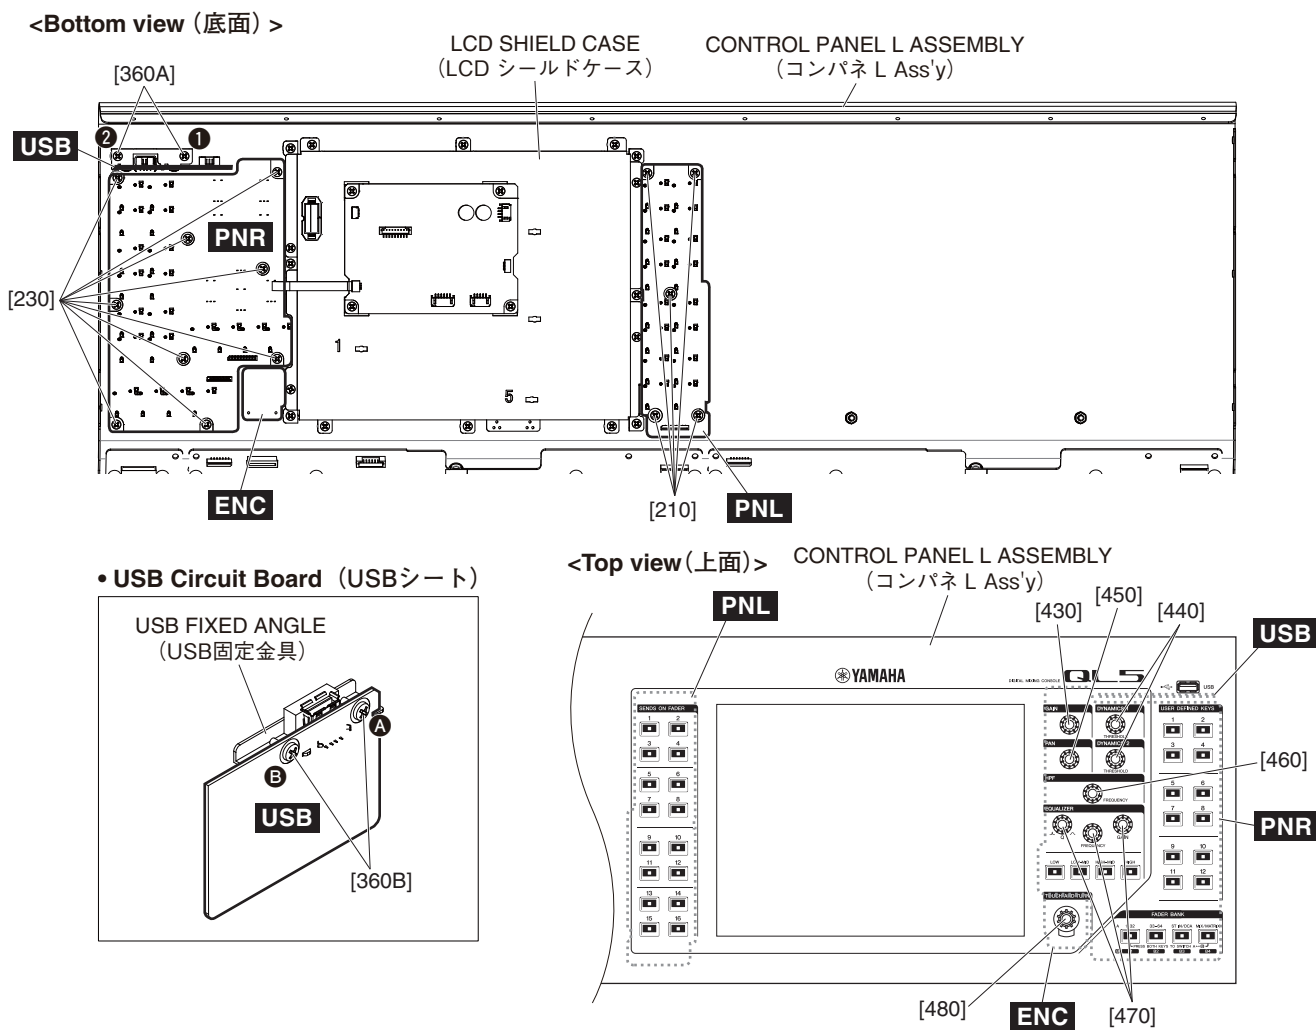

Fig. 12 (図12)
- B-3-3 Remove the five (5) screws marked [210]. The PNL circuit board can then be removed. (Fig. 12)
- B-3-3 [210]のネジ 5本を外して、PNL シートを外します。(図 12)
- B-4-3 Remove the encorder knob marked [430], the two (2) encorder knobs marked [440], the encorder knob marked [450], the encorder knob marked [460] and the three (3) encorder knobs marked [470] from the control panel side. (Fig. 12)
- B-4-4 Remove the nine (9) screws marked [230]. The PNR circuit board can then be removed. (Fig. 12)
- B-5-3 Remove the T-T knob marked [480] from the control panel side. (Fig. 12)
- B-4-3 コントロールパネル面より、[430] のエンコーダーノブ 1 個、[440] のエンコーダーノブ 2 個、[450] のエンコーダーノブ 1 個、[460] のエンコーダーノブ 1 個、[470] のエンコーダーノブ 3 個を外します。(図 12)
- B-4-4 [230] のネジ 9 本を外して、PNR シートを外します。(図 12)
- B-5-3 コントロールパネル面より、[480] の T-T ノブ 1 個を外します。(図 12)
- B-6-3 Remove the two (2) screws marked [360A]. The USB fixed angle and USB circuit board can then be removed. (Fig. 12)
* **When installing the USB Circuit Board, tighten the screws ①, ② shown in fig. 12 in numerical order.**
- B-6-4 Remove the two (2) screws marked [360B]. The USB fixed angle can then be removed. (Fig. 12)
* **When installing the USB fixed angle, tighten the screws ④, ⑤ shown in fig. 12 in numerical order.**
- B-6-3 [360A] のネジ 2 本を外して、USB 固定金具と USB シートを外します。(図 12)
- ※ USB シートを取り付ける際は、図 12 に示す ①、② の順にネジを締めてください。
- B-6-4 [360B] のネジ 2 本を外して、USB 固定金具を外します。(図 12)
- ※ USB 固定金具を取り付ける際は、図 12 に示す ④、⑤ の順にネジを締めてください。